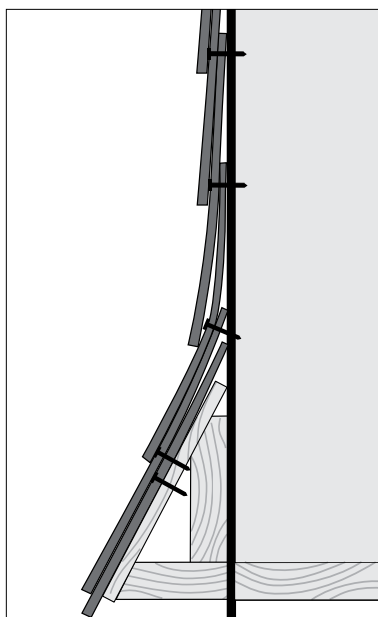

Figura 2
- Instale las hileras restantes en una sola capa en el resto de la pared según la exposición de 5" (*Ver la Figura 2*). La alineación de las marcas rayadas de hilera sobre la teja que está instalando con la parte SUPERIOR de la hilera anterior puede proporcionarle la exposición adecuada, pero la curvatura de las tejas puede requerir que compruebe manualmente la exposición a medida que instala cada teja para garantizar una exposición uniforme. La aplicación de líneas de tiza le permitirá mantener rectas y niveladas las hileras.